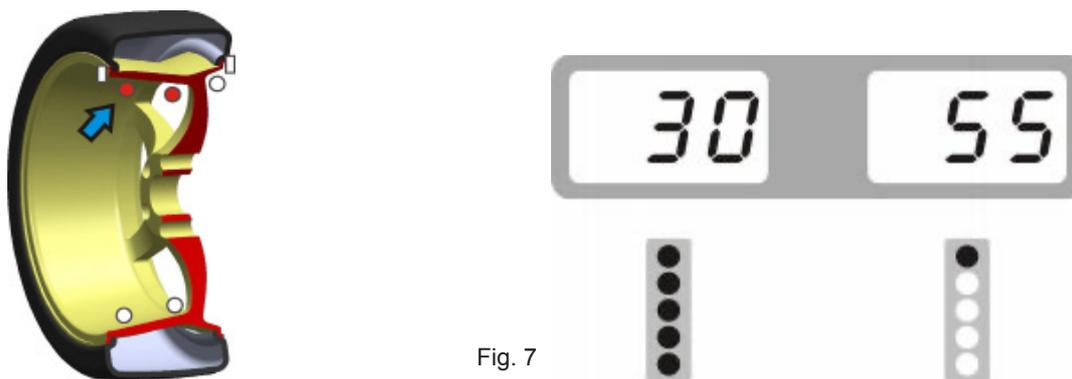

Fig. 7
4.2.6. Roda em movimento lento no sentido contrário ao dos ponteiros do relógio, os ecrãs com os LEDs da esquerda acesos indicam a posição angular correta onde montar os contrapesos, (las=on, las=off) posição interior, como na Fig.7, adicionar o contrapeso.